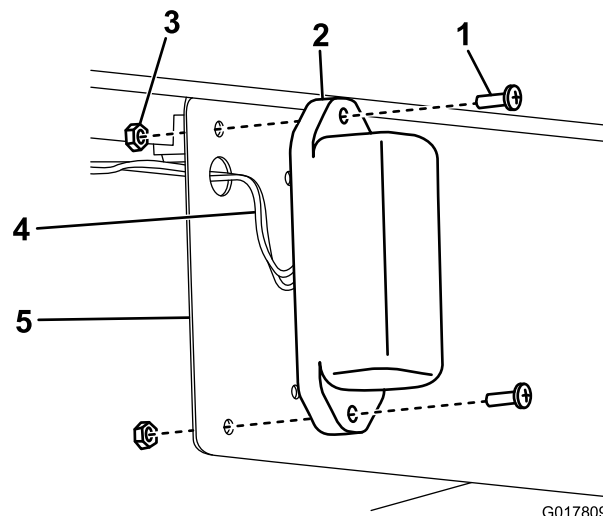

Figura 13
5. Monte las dos luces de la placa en el soporte con los tornillos restantes (10-24 x 5/8 pulgada) y contratuercas (Figura 13).